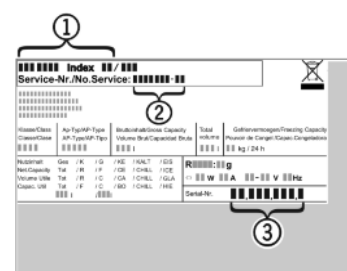

Fig. 19
- ▶ Apparaataanduiding *Fig. 19 (1)*, servicenr. *Fig. 19 (2)* en serienr. *Fig. 19 (3)* van het typeplaatje aflezen. Het typeplaatje bevindt zich aan de linkerkant binnen in het apparaat.
- ▶ Contact opnemen met de Technische Dienst en het probleem, apparaataanduiding *Fig. 19 (1)*, servicenr. *Fig. 19 (2)* en serienr. *Fig. 19 (3)* mededelen.